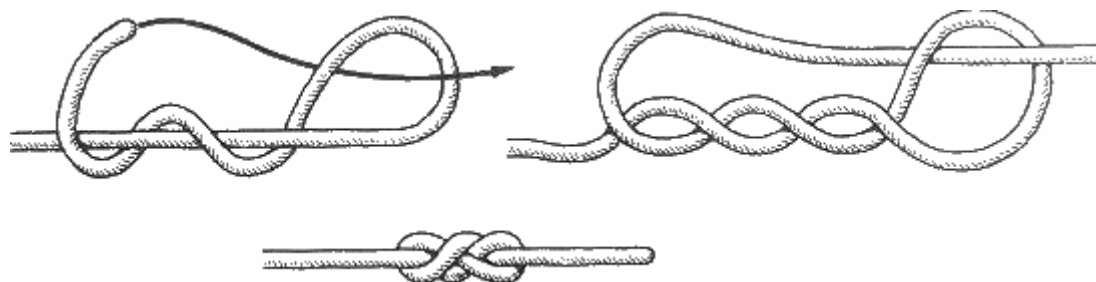

Рис. 4 - Стивидорный узел
**Стивидорный узел** (рис. 4). Как и восьмерка, этот узел является стопором для тросов, проходящих через шкивы блоков. Вяжется он таким же способом, но с той лишь разницей, что ходовой конец вводится в петлю после того, как будет обнесен вокруг коренного конца троса дважды. При затягивании этого узла надо следить, чтобы шлаг на коренном конце не перекрутились и не проскочили в петлю. Затянутый стивидорный узел легче развязать, если потянуть за петлю, которая находится ближе к коренному концу.